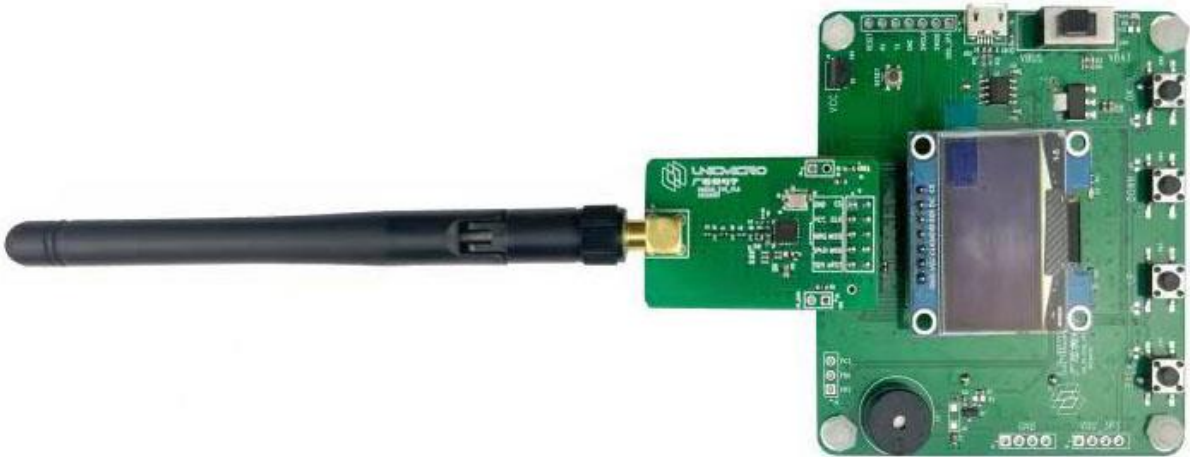

图 2-3：RF-EVB 子板与 RF-EVB 母板连接图
1. 把 RF-EVB 子板插入到 RF-EVB 母版的模块连接头的插槽中，并确保连接正确。如图 2-3 所示。